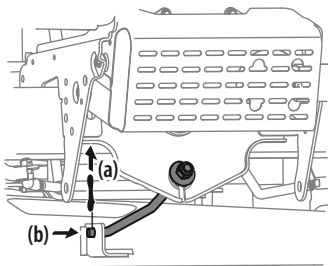

Figura 33
- En plataformas de 36", 42" y 46", extraiga el pasador de chaveta (a) que sujeta la varilla estabilizadora de la plataforma (b) a la plataforma. Deslice la varilla de elevación de la plataforma fuera de la ménsula de montaje de la plataforma como se ve en la Figura 33.